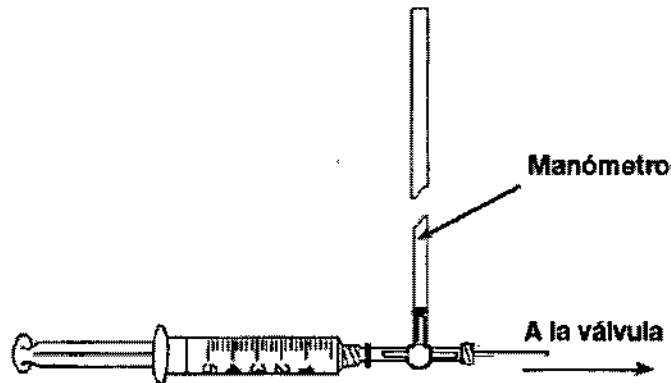

Figura A-1
1. Monte el manómetro, la llave de paso, la jeringa y el tubo (figura A-1).